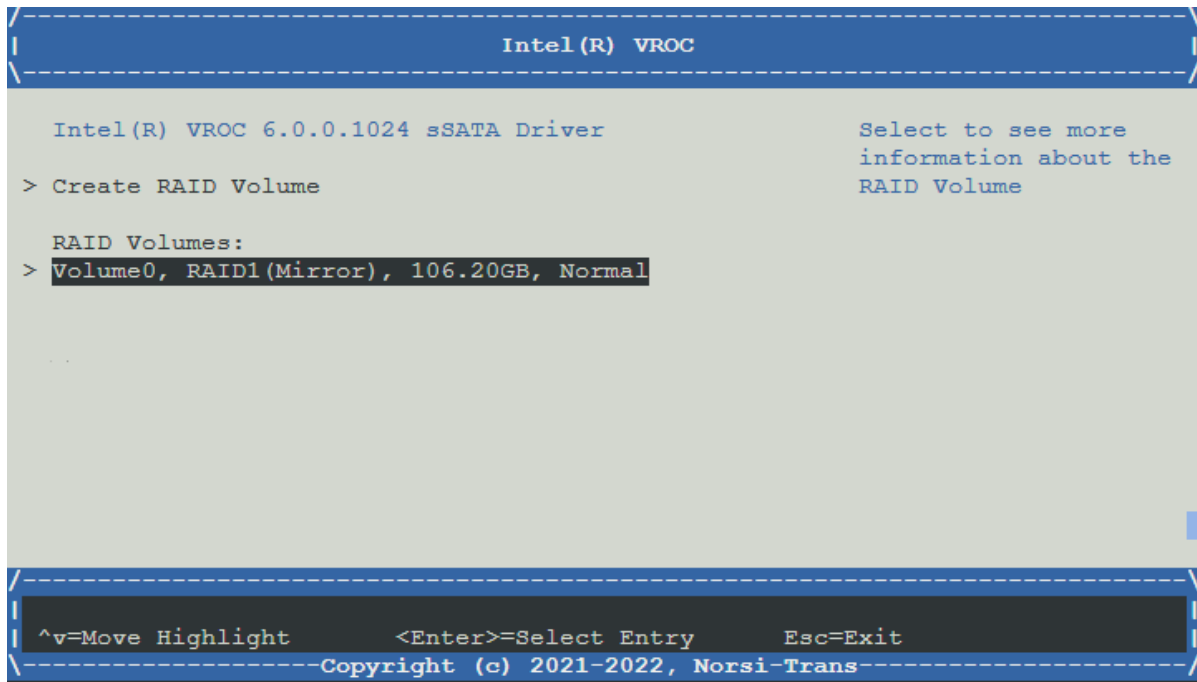

Рис. 63. Меню Intel (R) VROC с RAID1 (Mirror)
- 6) Вернитесь во вкладку «Intel(R) VROC» и убедитесь в создании зеркала <RAID1 (Mirror)>. Окно показано на рис. 63 Меню Intel \(R\) VROC с RAID1 \(Mirror\)